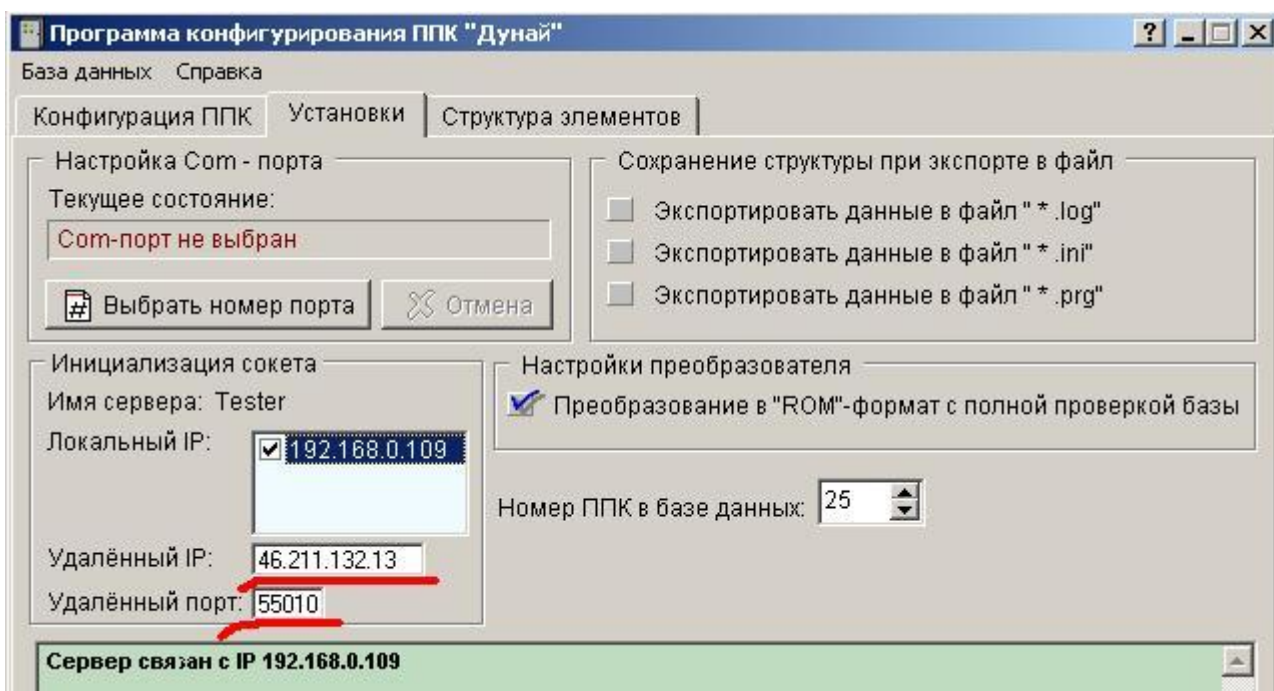

Рисунок 2. Соединение с ППК успешно выполнено
7. Если все настройки выполнены, то при успешном соединении с ППК на закладке «Установки» появятся динамические параметры «Удалённый IP» и «Удалённый порт» (см. Рисунок 2).